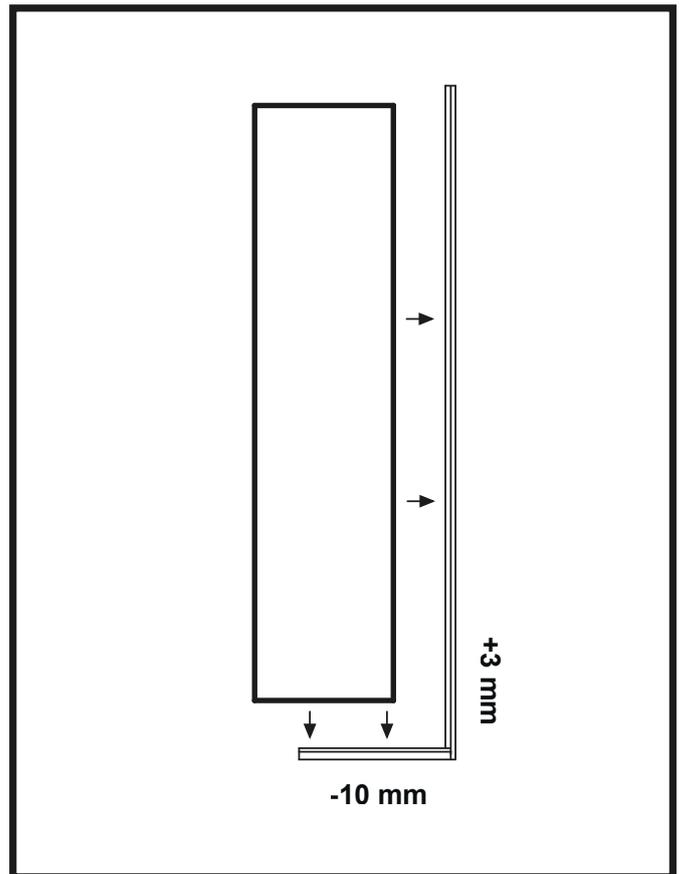

Abbildung 2
4. Überprüfen Sie die Länge der U-Leisten und des Glases. Die untere U-Leiste sollte etwa 10 mm kürzer als das Glas sein und die längere vertikale U-Leiste sollte etwa 3 mm länger als das Glas sein. (Abbildung 2)